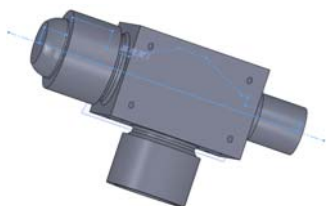
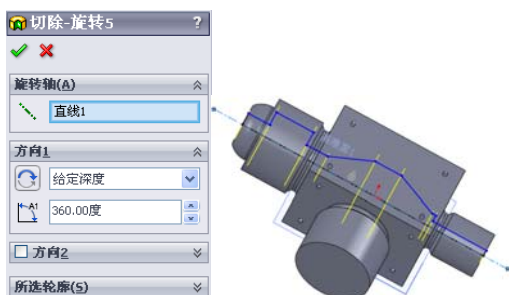

图 5-102 打开的文件实体
图 5-103 “切除-旋转”属性管理器
- (1) 选择图 5-102 中模型面上的一个草图轮廓和一条中心线。
- (2) 单击“特征”工具栏中的（旋转切除）按钮，或选择菜单栏中的“插入”→“切除”→“旋转”命令。
- (3) 弹出“切除-旋转 5”属性管理器，同时在右侧的图形区中显示生成的切除旋转特征，如图 5-103 所示。
- (4) 在“旋转参数”选项组的下拉列表框中选择旋转类型（单向、两侧对称、双向）。其含义同“旋转凸台/基体”属性管理器中的“旋转类型”。